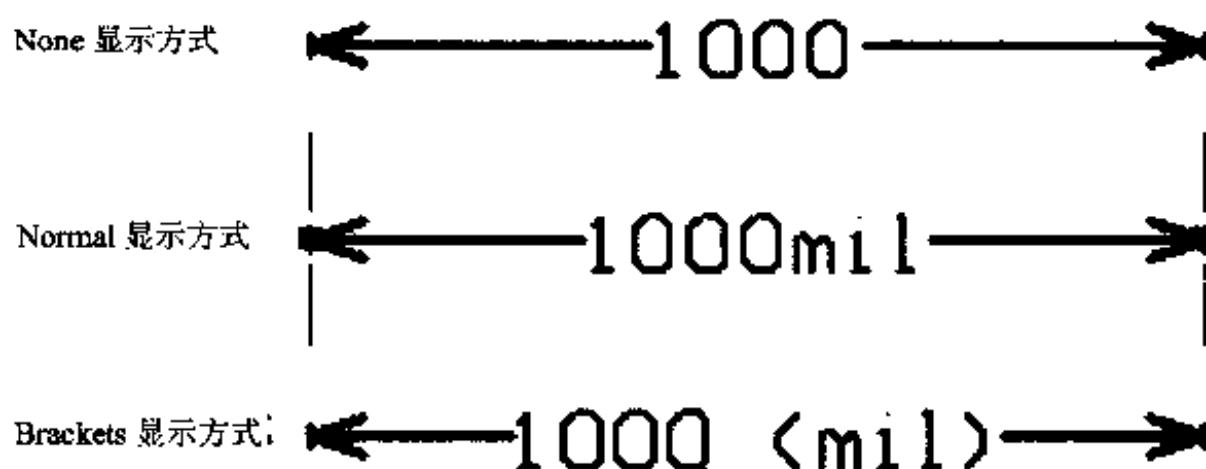

图 5-131 三种显示方式
3) Unit Style: 设置标注单位的显示方式。系统设置了 3 种显示方式，即“None(无单位)”、“Normal(通常方式)”、“Bracket(括号方式)”。单击右边的下拉式按钮，从选单中选择一个即可。三种显示方式如图 5-131 所示。